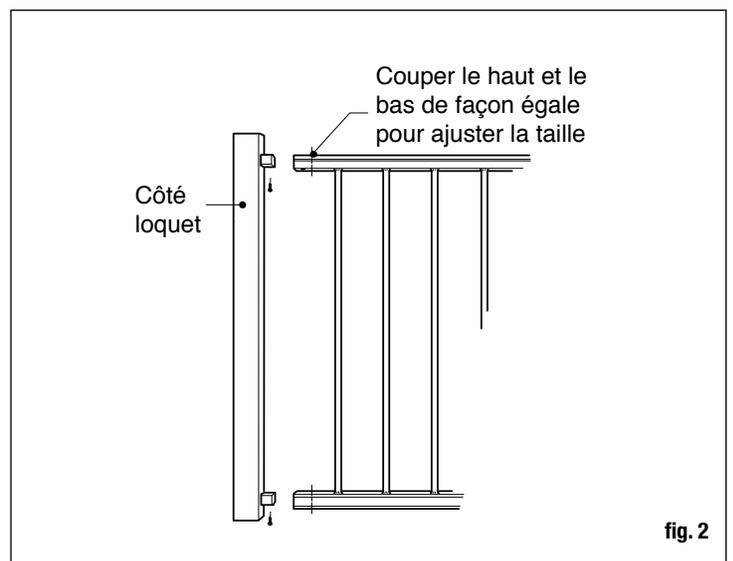

fig. 2
Measure gate and determine amount to be trimmed. Lay gate panel (A) on a flat, non-marring surface. Remove latch post (B) from gate (fig. 2).
Attach the latch post (B) to the gate panel (A) using 2 screws through the underside of the top and bottom rails into the splice on the latch post (fig. 2). Use care to avoid marring the post with the drill chuck. Turning the gate upside down may make this step easier.
Mesurez le portillon pour déterminez combien il faut en couper. Posez le battant du portillon (A) à plat, sur une surface non marquante. Enlevez le poteau du loquet (B) du portillon (fig. 2).
Fixez le poteau de loquet (B) au battant du portillon (A) à l'aide de 2 vis à depuis la surface d'en bas des traverses supérieure et inférieure jusque dans l'épaisseur du poteau pour loquet (fig. 2). Faites attention à ne pas érafler le poteau avec le mandrin de perçage. On pourrait mettre le portillon sens dessus dessous pour rendre cette étape plus facile.
Medir la puerta y determinar cuánto debe rebajarse. Coloque el panel de la puerta (A) sobre una superficie plana y que no la dañe. Quite el poste de traba (B) de la puerta (fig. 2).
Sujete el poste de la traba (B) al panel de la puerta (A) pasando 2 tornillos a través del lado inferior de los barandales superior e inferior e insertándolos en la unión en el poste de la traba (fig. 2). Tenga cuidado para evitar estropear el poste con el mandril del taladro. Poner la puerta boca abajo podría facilitar este paso.